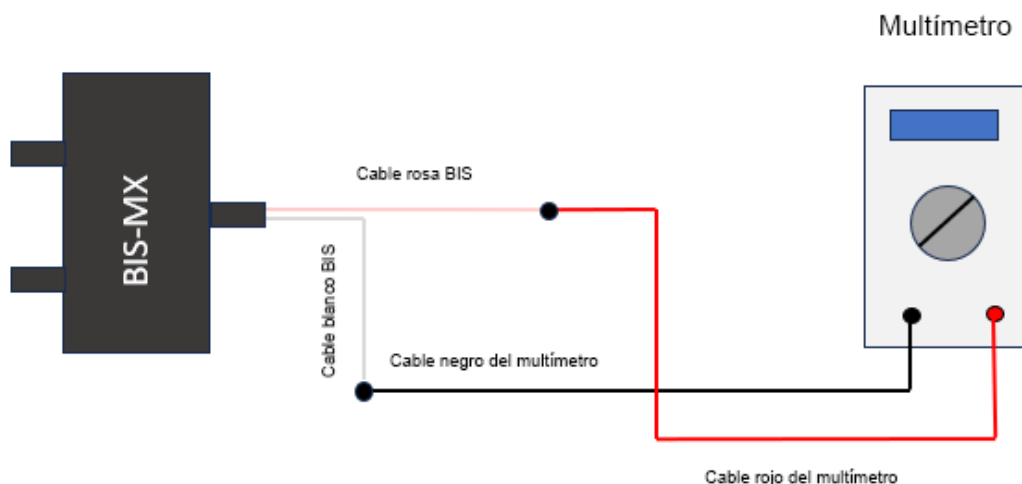

Fig. 6 Diagrama de conexión
2. Monte el circuito de conexión de acuerdo con la «Fig.6 Diagrama de conexión».